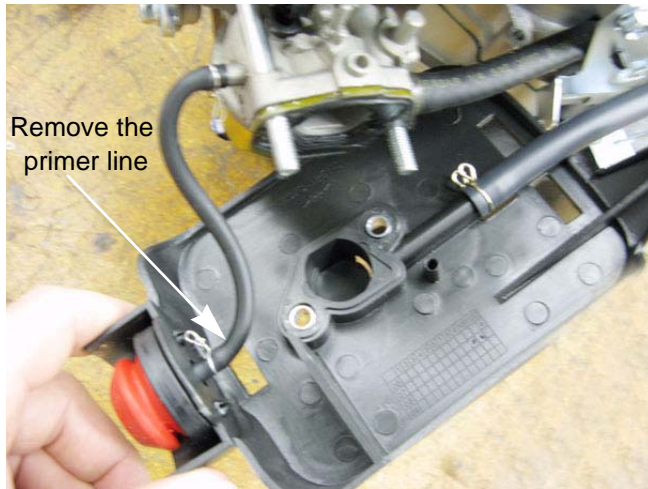

Figure 4.36
2. Disconnect the primer line from the primer bulb. See Figure 4.36.